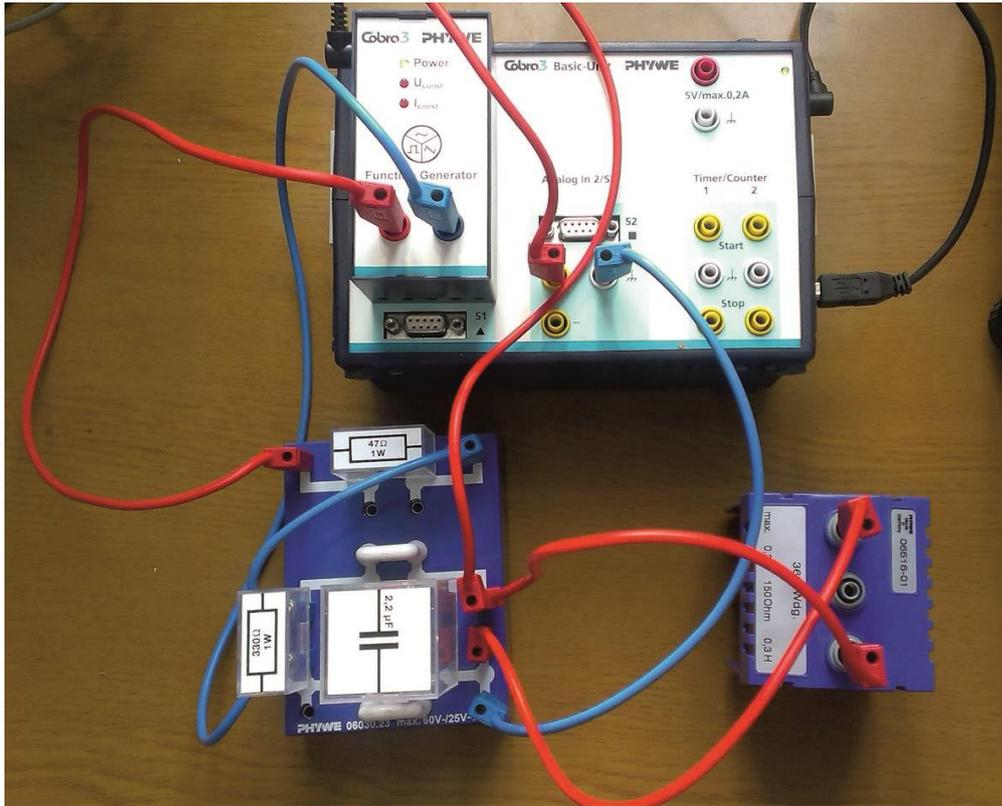

Рис. 17. Схема параллельного колебательного контура.
1. Соберите схему параллельного колебательного контура как показано на рис. 17 с сопротивлением  $R_d = 330 \text{ Ом}$ .